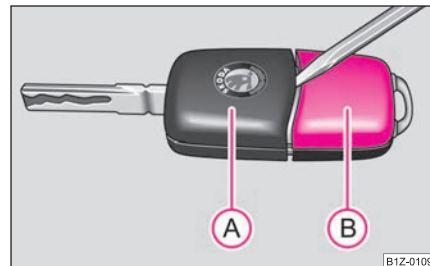

Fig. 23 Desfacerea cheii cu telecomandă
Fiecare cheie cu semnal are în componență o baterie, care se găsește în capacul (B) al carcasei emițătorului ⇒ fig. 23. Vă recomandăm să vă adresați unei unități service Škoda pentru înlocuirea bateriei cheii. Dacă doriți totuși să înlocuiți singur bateria, procedați în felul următor:
- Desprindeți cheia (A) ⇒ fig. 23 cu ajutorul unei șurubelnițe subțiri de carcasa (B).